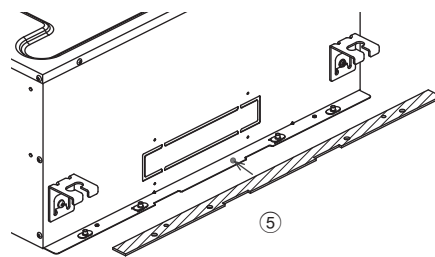

図 3
2. 室内ユニット反配管側のフランジ面に断熱材 ⑤ を取付けます。(図3)